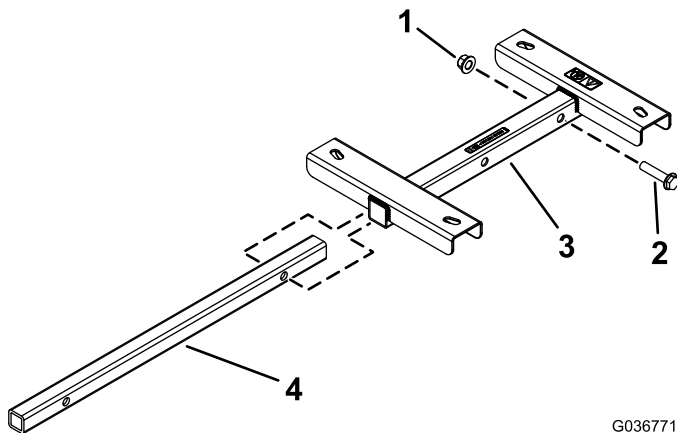

Figura 1
1. Instale el tubo de montaje en el soporte del carrete de manguera hasta que los taladros del tubo queden alineados con los taladros más alejados del soporte del carrete (Figura 1).
2. Sujete el tubo de montaje al soporte del carrete de manguera con el tornillo de cabeza hexagonal ($\frac{1}{2}$ " x $2\frac{1}{4}$ ") y la contratuercas ($\frac{1}{2}$ "), según se muestra en Figura 1.